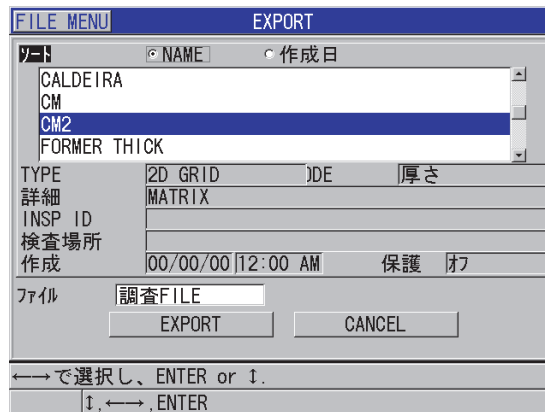

図 14-5 エクスポート画面
5. エクスポート画面で、以下の操作を行います（265 ページの図 14-5 参照）。